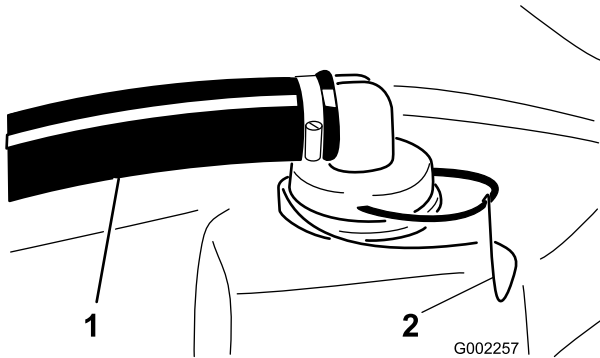

Figura 55
2. Retire el dispositivo de sujeción del dispositivo rojo sujeto a la manguera grande en la parte superior del depósito (Figura 55).
3. Desconecte la manguera del depósito (Figura 55).